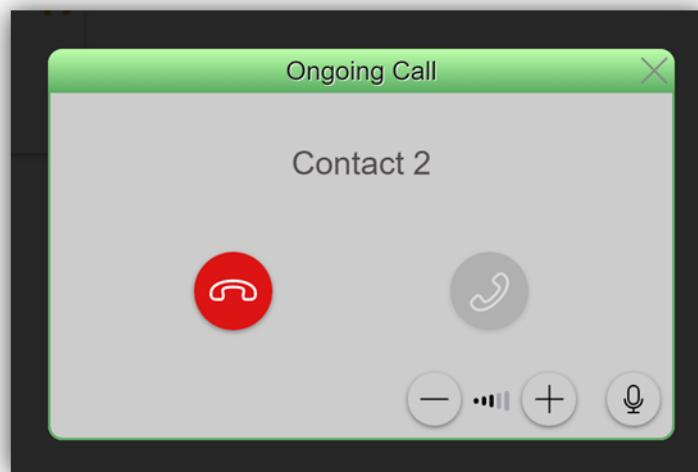

Figure 131. Appel interne en cours
- **Accepter appel**: ouvre le dialogue d'appel en cours (Figure 131).
À accepter un appel entrant interne, il se montrera l'interface de la Figure 131 Alors commence la communication par voix avec l'autre Z70 v2.